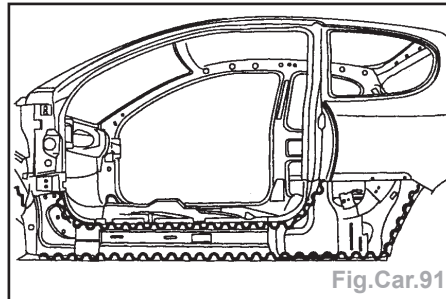

Fig.Car.91
- Appliquer une colle de calage structurale (Fig.Car.91).